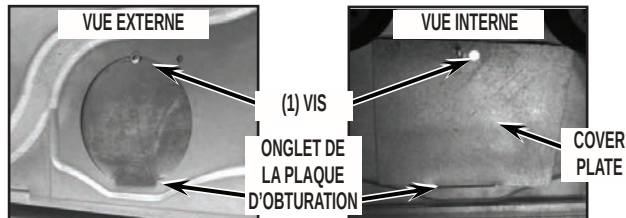

FIGURE 12
15. Obturer le trou de diamètre 4" où le conduit de décharge traversait le panneau arrière – utiliser la plaque d'obturation métallique fournie avec l'ensemble. Utiliser la vis fournie dans l'ensemble pour assujettir la plaque d'obturation. Installer la plaque d'obturation depuis l'intérieur du panneau arrière de la sècheuse; l'onglet de la plaque doit être positionné comme on le voit à la Figure 12.